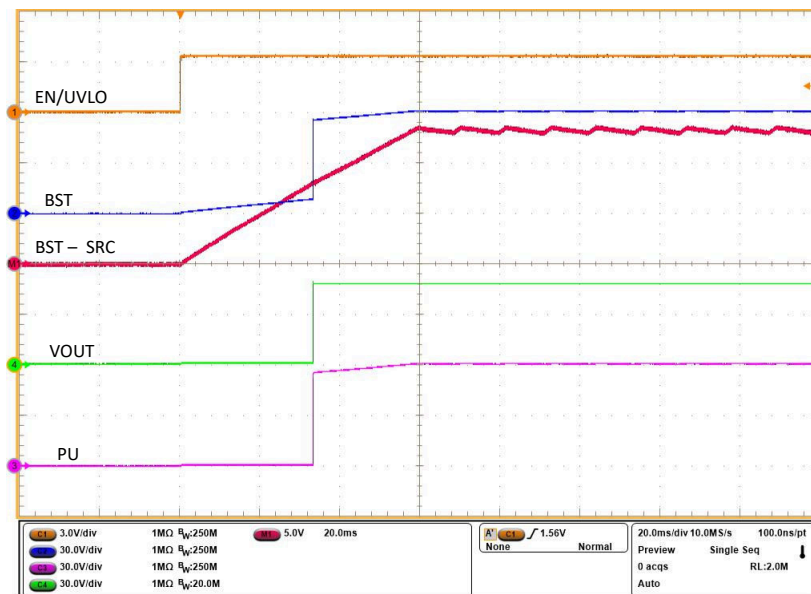

图 5-4. INP 为高电平时自举电压的启动曲线
9. 再次启用 EN/UVLO 为高电平，以便在 INP 为高电平时观察 BST、GATE 和 SRC 的启动曲线，如图 5-4 所示。